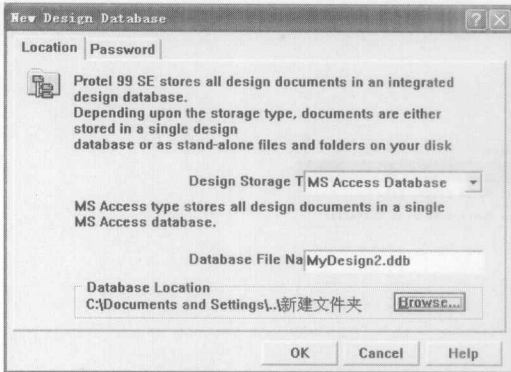
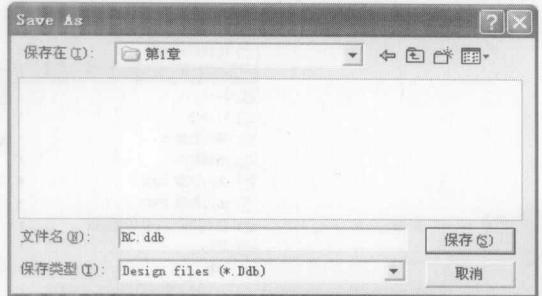

图1-7 新建的设计数据库文件
图1-8 保存后的设计数据库文件
- (1) 在 Protel 99 SE 的主窗口中，执行菜单命令【File】/【New】，打开【New Design Database】（新建设计数据库文件）对话框，如图 1-7 所示。
- (2) 在【Database File Name】（设计数据库文件名称）文本框中输入设计文件的名称。本例中命名为“RC.ddb”。
- (3) 单击  按钮，打开【Save As】（存储文件）对话框，然后将存储位置定位到指定的硬盘空间上，如图 1-8 所示。